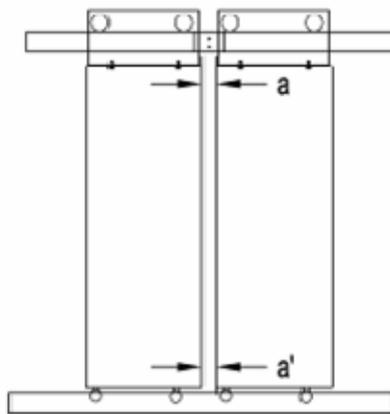

图 14
⑤ 关门到位 2 块快门板间隙 $\leq 1.5\text{mm}$ ,上下间隙偏差 $\leq 0.5\text{mm}$ , 如图 14 所示。